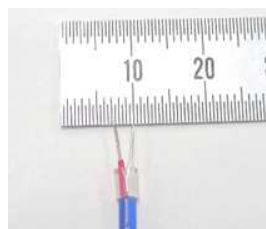

図 13/ Fig.13
- ② 導体のピッチを 2.5mm に揃えます。(図 13)
- ③ 電線をコネクタに結線します。(3-2 参照)
- ④ ストレインリリーフを装着します。(4-1 参照)
- ② Set the wire pitch to 2.5mm. (Fig.13)
- ③ Connect wire to connector. (Refer to 3-2)
- ④ Install strain relief to the connector. (Refer to 4-1)